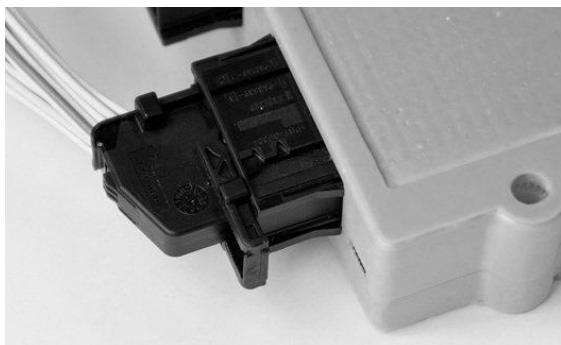

Рисунок 4.8
1. Переверните пластиковый фиксатор разъема на соединительном кабеле в горизонтальное положение (см. рисунок 4.8).